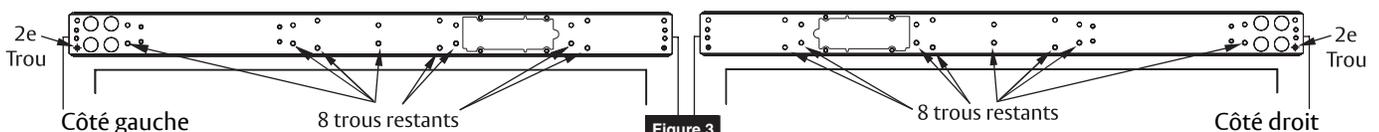

Figure 3
4. S'assurer que la plaque arrière est au niveau et alignée avec le cadre de la porte. (Figure 3)
5. En utilisant la plaque arrière comme guide, marquer et percer le deuxième trou. (Figure 3)
7. En utilisant la plaque arrière comme guide, percer et tarauder les huit (8) trous restants dans le cadre. (Figure 3)
8. Fixer à l'aide de huit (8) vis et serrer.